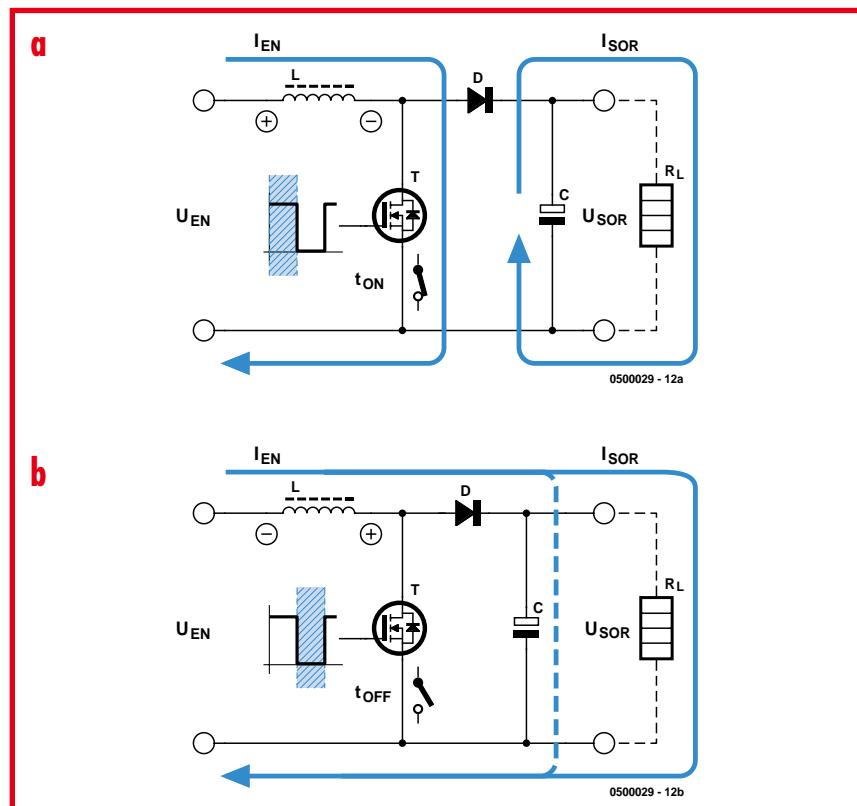

Figure 1. Schéma de principe du convertisseur survolté : phase de commutation (a) et phase de coupure (b).
La figure 1 représente le schéma de principe du convertisseur survolté comportant un enroulement (L), un commutateur de puissance (MOSFET T) et une diode (D).